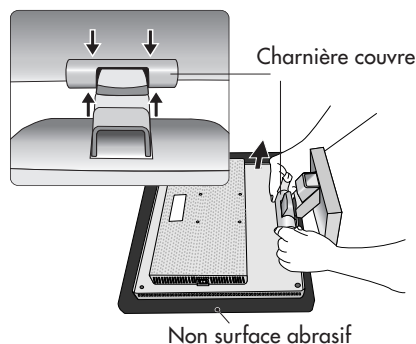

Figure R.1
2. Placez le moniteur la face vers le bas sur une surface non abrasive (Figure R.1).
3. Enlevez la protection de la charnière (Figure R.1).